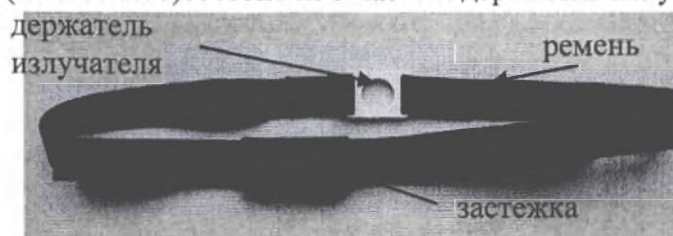

Рисунок 8 Ремень для фиксации излучателя № 3 (полостного)
4.3.7. Ремень для фиксации излучателя № 3 (полостного) служит для фиксации излучателя № 3 (полостного) в требуемом положении. Ремень для фиксации излучателя № 3 (полостного) состоит из 3 частей: держатель излучателя, ремень, застежка (Рис.8)